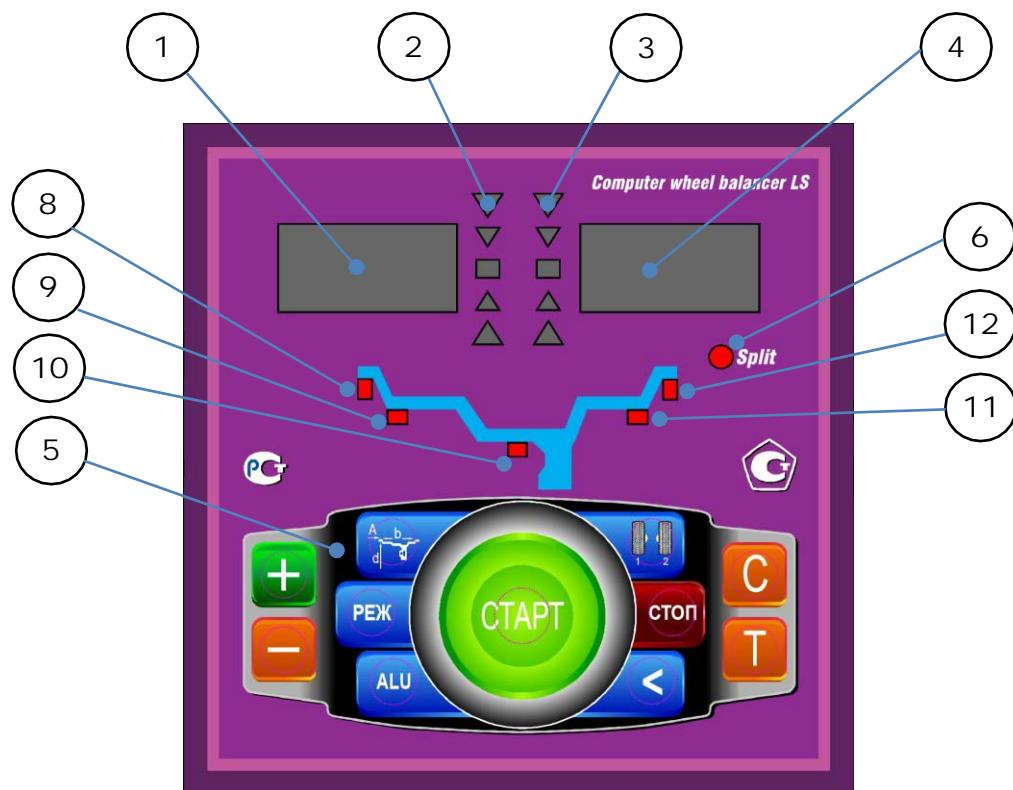

рис.8.1.
8.1. Общий вид лицевой панели показан на рис. 8.1.
При выдвижении штанги на индикаторах 1 (рис. 8.1) отображается значение параметра "A". Значение параметра "d" отображается на индикаторах 4.
Для ввода ширины нажмите кнопку "+" или "-" на индикаторах 1 (рис. 8.1) высветится "-b-", а на индикаторах 4
Дважды нажать кнопку "A, d, b", после чего на индикаторах 1 (рис.8.1) загорается символ "A", а на индикаторах 4 исходная величина дистанции. Нажимая кнопки "-" и "+" установить на индикаторах 4 требуемую величину дистанции. Через 2-3 сек после установки дистанции показания на индикаторах 1 и 4 возвращаются к отображению текущего дисбаланса, а кнопки "-" и "+" возвращаются в режим ввода ширины обода.
11.1 . Переключение схем ALU1-ALU5 осуществляется последовательным нажатием кнопки "ALU" при этом схема установки грузов отображается загоранием соответствующих светодиодов 8-12 (рис.8.1), кроме того, на индикаторах 1 отображаются символы ALU, а на индикаторах 4 номер 1-5. Через 2-3 сек. после установки требуемой программы ALU индикаторы 1-4 переходят в режим отображения дисбаланса.
12.3. Для входа в программу Split нажмите кнопку РЕЖ, после чего загорается светодиод 6 (рис.8.1) и на индикаторах 1 загораются символы "SPn", означающие, что необходимо ввести число спиц обода колеса, подлежащего балансировке. При этом на индикаторах 4 загорается цифра 5. Если число спиц колеса отличается от 5, кнопками "-" и "+" установите на индикаторах 4 фактическое число спиц колеса.
12.4. Запустите СБ. После остановки вала установите любую спицу обода колеса вертикально вверх (на 12 часов) и нажмите кнопку С. После чего, на индикаторе 1 и линейке 2 (рис.8.1) будут указаны величина и место установки корректирующего груза на внутренней плоскости.
Эта функция обеспечивается тем, что каждый раз при вводе новых геометрических параметров и установке требуемой программы ALU, предыдущее состояние запоминается. Для перехода от одного набора параметров к другому необходимо нажать кнопку "1-2". Визуальный контроль того, какие параметры установлены в данный момент, осуществляется нажатием "A,d,b" на индикаторах 4 (рис.8.1) будут последовательно отображены, установленные в данный момент диаметр и ширина обода и дистанция.
14.1. При включении тумблера питания СБ на индикаторах 1 (рис. 8.1) высвечивается трёхзначное число -номер версии программного обеспечения. Через 2-3 сек на индикаторах 1 и 4 должны загореться нули, кроме того должны загореться светодиоды 8 и 12, что свидетельствует о включении режима стандартной балансировки с установкой на обеих плоскостях коррекции грузиков на пружинках. На линейках 2 и 3 (рис. 8.1) должны загореться центральные светодиоды.
14.2. При включении СБ программа измерения дисбаланса настраивается таким образом, что дисбаланс менее 8 г (заводская установка) на любой плоскости коррекции не показывается, в этом случае на индикаторах 1 и 4 (рис. 8.1) высвечиваются "0". Минимальный дисбаланс отображающийся на индикаторах 1 и 4 равен 8г. Дисбаланс, превышающий 8г, округляется до величины кратной 5, т. е. дисбаланс 9, 10, 11 и 12 г отображается цифрой 10, дисбаланс 13, 14, 15, 16 и 17 г - цифрой 15 и т. д. Для просмотра неокруглённого значения дисбаланса или дисбаланса менее 8г. необходимо нажать кнопку "<", при этом на индикаторах 1 и 4 на 2-3 сек высвечиваются фактические значения дисбаланса, определённые в данном запуске.
14.5.1. Поднимите защитный кожух. Вручную поворачивайте колесо, при этом свечение светодиодов на линейках 2 и 3 (рис. 8.1.) будет перемещаться, и в какой-то момент на одной из линеек загорятся все светодиоды и цвет их свечения сменится на зелёный.